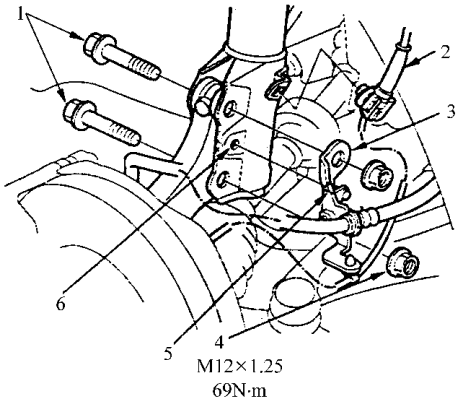

图 6-34 拆卸车轮传感器线束夹子
3) 如图 6-34 所示，从减振器上松开车轮传感器线束的夹子。不要断开车轮传感器插接器。